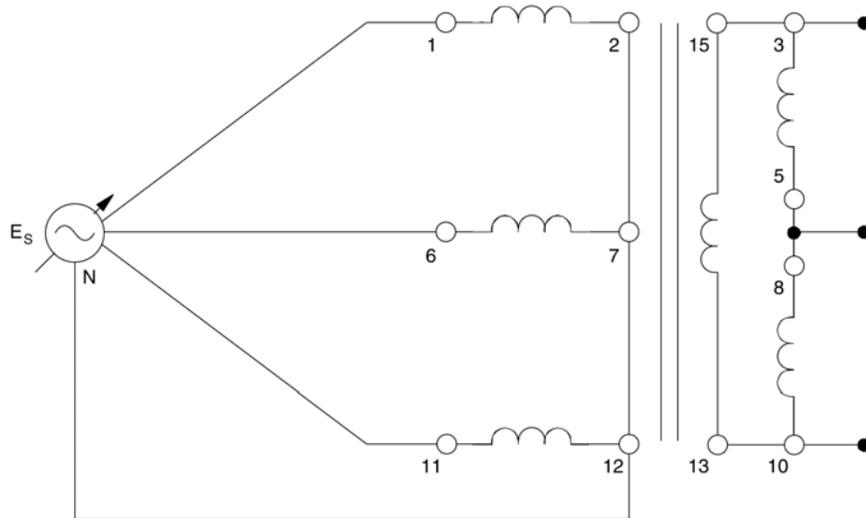

Figure 9-9. Transformateur triphasé raccordé dans la configuration étoile-triangle.
5. Raccordez le module Transformateur triphasé dans la configuration étoile-triangle illustrée à la figure 9-9. Assurez-vous que la tension à l'intérieur du triangle est nulle avant de le fermer.
6. Mettez l'interrupteur principal du Bloc d'alimentation à la position I (marche) et réglez le bouton de commande de la tension de façon à obtenir la tension E_s indiquée à la figure 9-9. Raccordez les appareils de mesure E1, E2 et E3 de façon à mesurer les tensions de ligne du primaire et notez les valeurs mesurées. Notez également la valeur moyenne de la tension de ligne indiquée sur l'appareil de mesure programmable B.